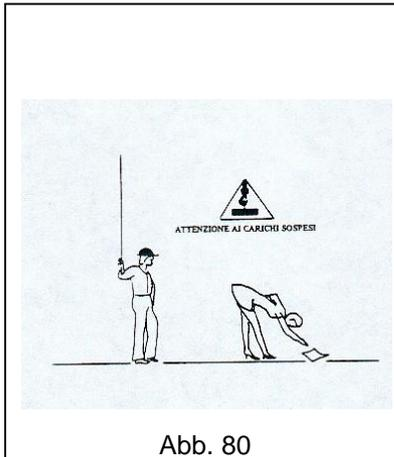

Abb. 80
- **NIEMALS** Hub-, Rotations- und Verfahrbewegungen ohne die nötige Konzentration durchführen (Abb. 80).